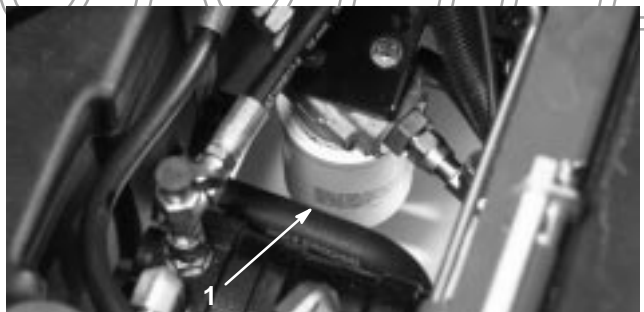

Bild 55
2. Reinigen Sie den Anbaubereich des Filters. Stellen Sie ein Auffanggefäß unter den Filter (Bild 55) und entfernen diesen.